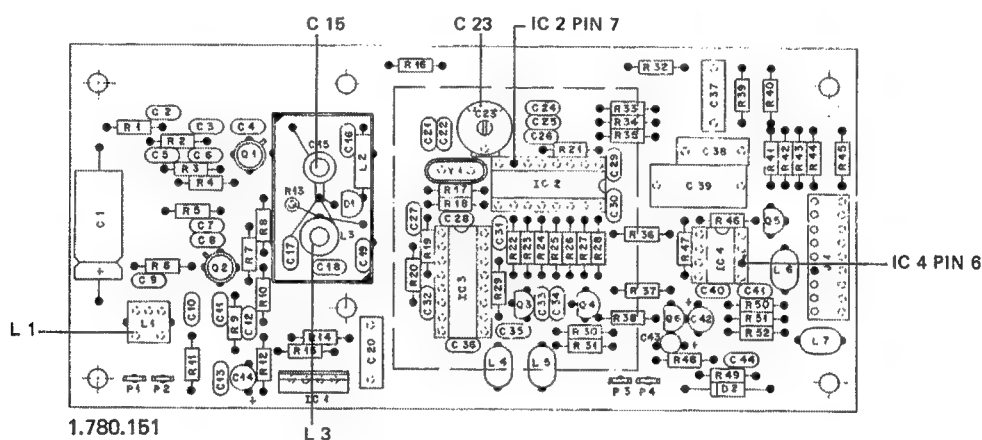

Fig. 4.5
- Gerät einschalten und Stationstaste 1 (87,50MHz) drücken. Mit dem Spulenkern von L3 eine Nachstimmspannung von $4,5V \pm 0V$ einstellen (Fig. 4.5).
- Switch unit on and press station 1 (87.50MHz). Adjust for a fine-tuning voltage of $4.5V \pm 0V$ with the aid of the trimmer slug of L3 (Fig. 4.5).
- Enclenchez l'appareil et appuyez sur la touche de station 1 (87,50MHz). Réglez le noyau de L3 pour obtenir une tension d'accord de $4,5V \pm 0V$ (fig. 4.5).